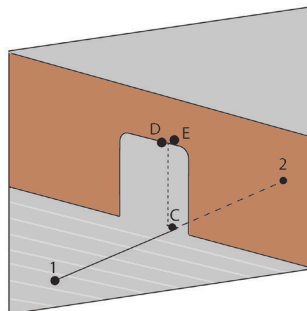

Figura 21
6. Si la distancia D a E <1.5 mm para una entrada de 3 m, su precisión de plomada está dentro de la especificación. (Figura 21)